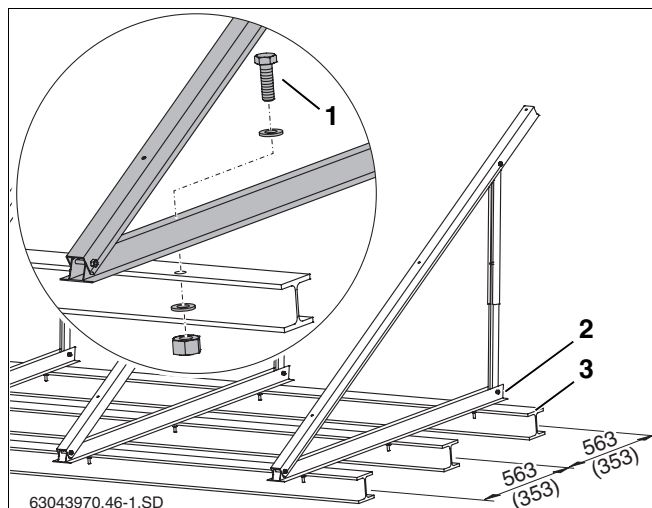

Fig. 26 Suporte para telhado plano sobre viga em T dupla, medidas em mm (valor entre parêntesis = tipo horizontal)
Pode fixar os suportes para telhado plano com ancoragens de pés. A título de exemplo, é descrita a fixação sobre vigas em T duplas (fig. 26, **item 3**).
- Manter a mesma distância entre furos do perfil inferior (fig. 26, **item 2**) na viga em T dupla e executar os respectivos furos.
- Enfiar os parafusos (ver a tab. 8 e a fig. 26, **item 1**) nos perfis e nas vigas em T duplas e apertar com porcas e anilhas.